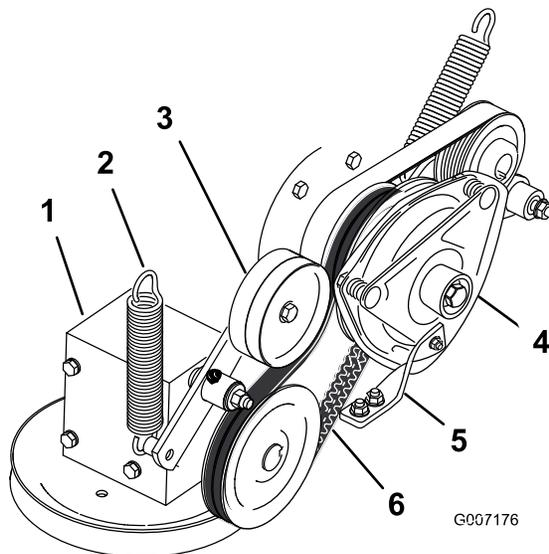

**Figure 91**
- Desserrez les boutons du panneau du moteur et déposez le panneau (Figure 91).